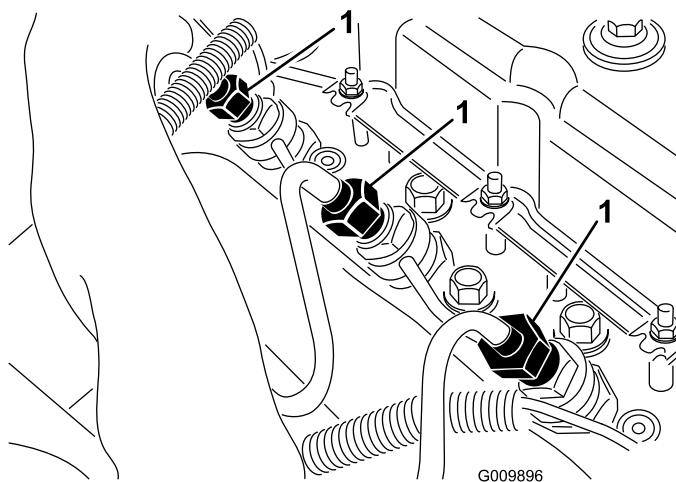

図 48
1. 燃料インジェクタへの接続部を一ヵ所ゆるめる（図 48）。